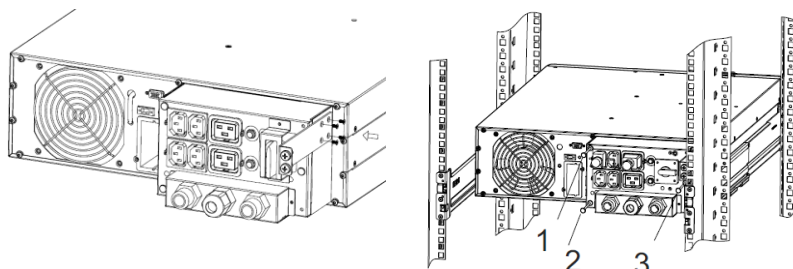

Figura 35: Smontaggio del sistema XANTO S 6000, 2/3
2. Avvitare la staffa angolare sulla PDU e separarla dal sistema UPS. A tal fine allentare 3 viti. Avvitare la PDU sul rack (vedi Figura 35).